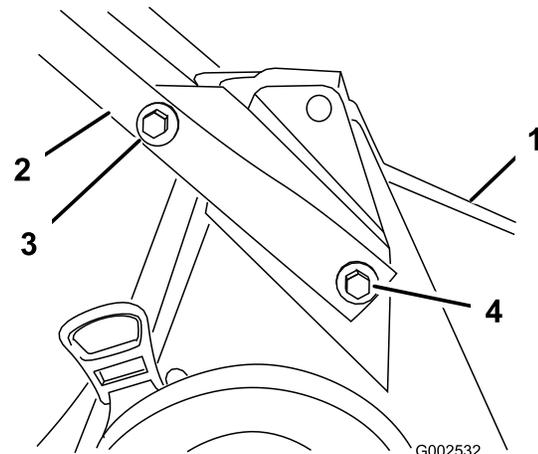

Bild 3
1. Befestigen Sie den unteren Griff mit zwei Schrauben (5/16 x 7/8 Zoll), zwei Schrauben (5/16 x 1-1/2 inches), vier Scheiben und vier Sicherungsmuttern am Mäher (Bild 3).